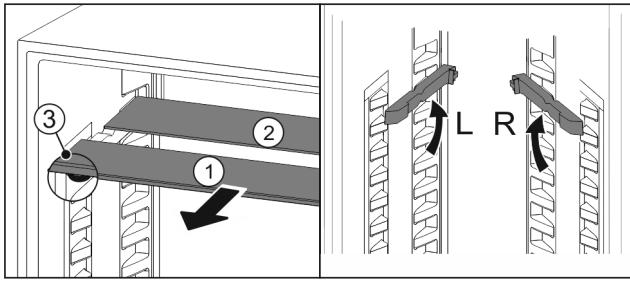

Fig. 69
► Glasplatten einzeln nach vorne herausziehen Fig. 69 (1).
► Glasplatte Fig. 69 (1) mit Zierleiste liegt vorne.
► Stopps Fig. 69 (3) zeigen nach unten.